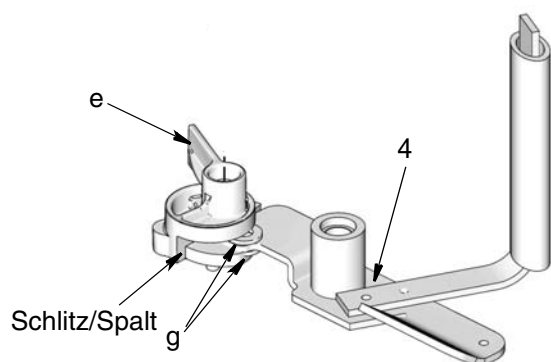

ABB. 10
- c. Schieben Sie den Rührflügel und die Scheiben in den Schlitz/Spalt, um den Niedrigstandflügel (e) sachgerecht am Rührflügel (4) zu montieren (ABB. 10).